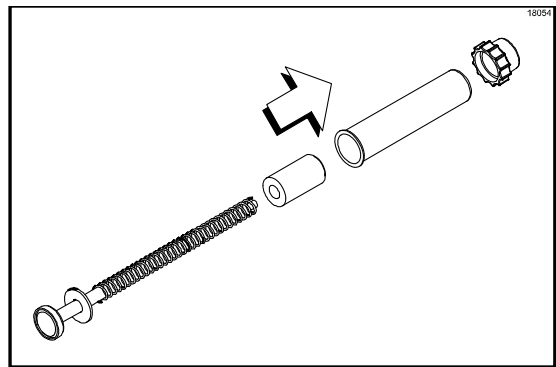

Abbildung 74
5. Kolbenmutter, Rohr und Einsatz der Kolbeneinheit auseinandernehmen. (Siehe Abbildung 74.)